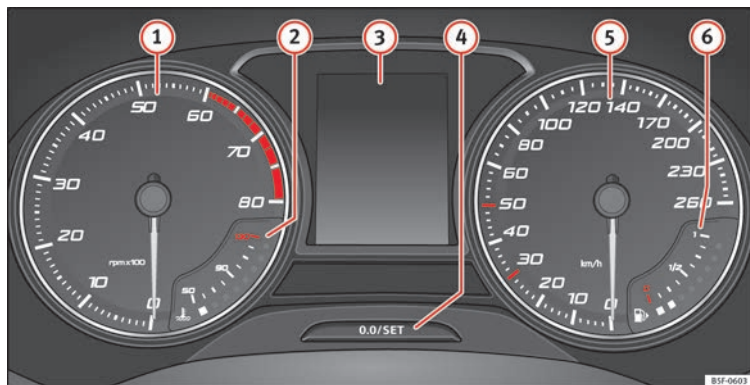

Bild 121 Kombiinstrumentet på instrumentbrädan
Varvräknaren visar antalet motorvarv per minut » **bild 121** ①.
Låt aldrig varvräknarens nål ① » **bild 121** gå in i den röda zonen på mätaren i mer än mycket korta perioder. Annars finns det risk att motorn skadas.
Olika typer av information kan visas på instrumentpanelens display » **bild 121** ③, beroende på aktuell utrustning:
- Tryck snabbt ner knappen » **bild 121** ④ för att återställa färdminnet till 0.
- Håll knappen ④ nertryckt i ca 3 sekunder så visas det tidigare värdet på nytt.
- För att ställa in tiden hålls knappen **» bild 121 ④** nertryckt i mer än 3 sekunder för att välja timma eller minut.
- För att fortsätta ställa in tiden trycker du på den övre eller nedre delen av knappen **④**. Håll ned knappen för att rulla genom minutererna snabbt.
- Tryck ner knappen **④** igen för att slutföra inställningen av tiden.
Håll knappen **» bild 121 ④** nertryckt i mer än 15 sekunder för att visa motorns identifieringsbokstäver (MKB). För att göra detta måste tändningen vara påslagen och motorn avstängd.
Kylmedelstemperaturmätaren **2** » **bild 121** fungerar bara med tändningen påslagen. Var vänlig läs följande information om de olika temperaturområdena för att undvika skador på motorn.